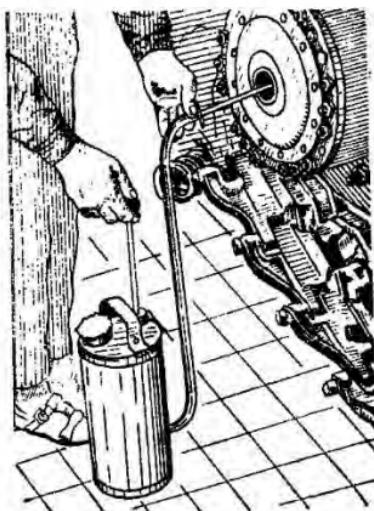

Рис. 27. Заливка масла в ведущий мост трактора и конечные передачи.
**Смазка ведущих мостов и конечных передач.** Уровень масла в ведущих мостах должен быть не ниже 10 мм от нижней кромки центрального отверстия крышек конечных передач. Доливается масло с помощью нагнетателя (рис. 27). Контроль уровня производить не ранее чем через 20 минут после остановки трактора.